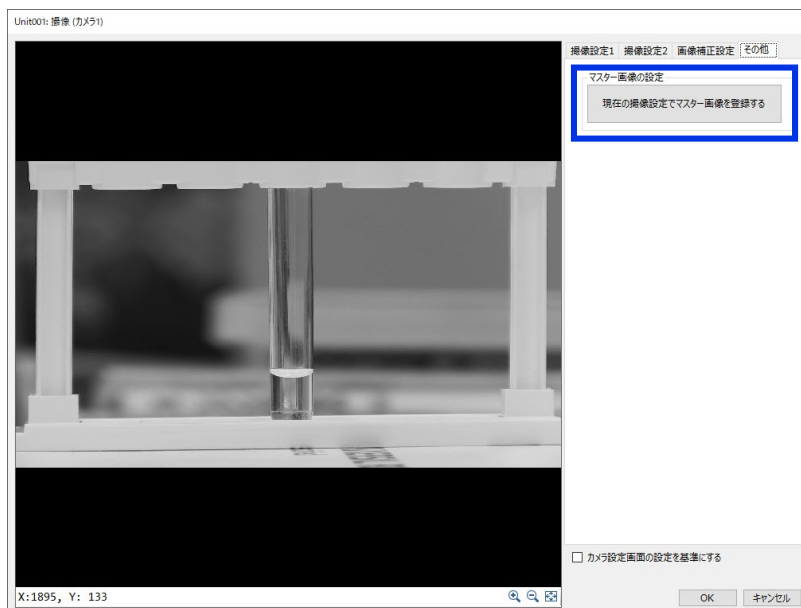

図5
- 1 「撮像」ユニット内の「その他」のタブを開きます。「現在の撮像設定でマスター画像を登録する」ボタンを押し（図5）、マスター画像設定画面を開きます。